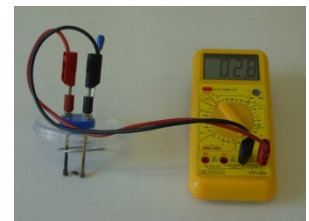

Fig. 3. Medida resistencia
5. Mida *con el polímetro* la resistencia eléctrica, R (Fig.3).